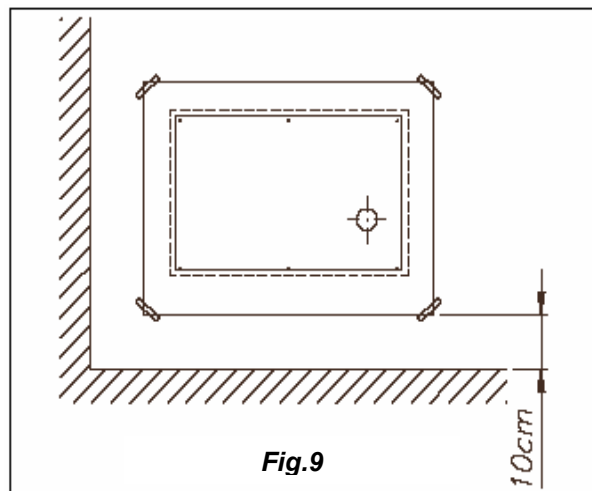

Fig.9
1) Poziționați șablonul de hartie pe perete și fixați-l cu banda adezivă, la o distanță minimă de 10 cm de pardoseala și trasați conturul (fig.9). Trasați orificiul tubulaturii de admisie-evacuare și procedați la executarea orificiului, pe cât posibil acesta să aibă o pantă de 2% către exterior (fig.10).